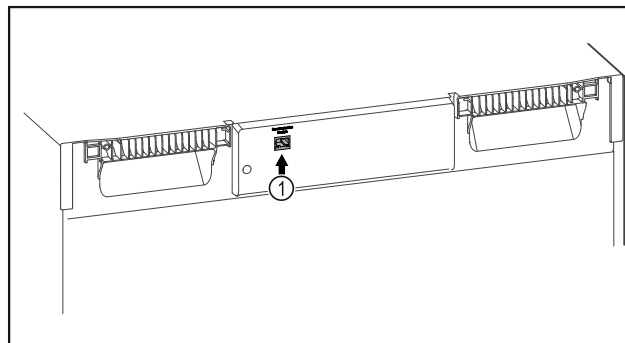

Fig. 86
- SmartModule Fig. 86 (1) naudojamas.